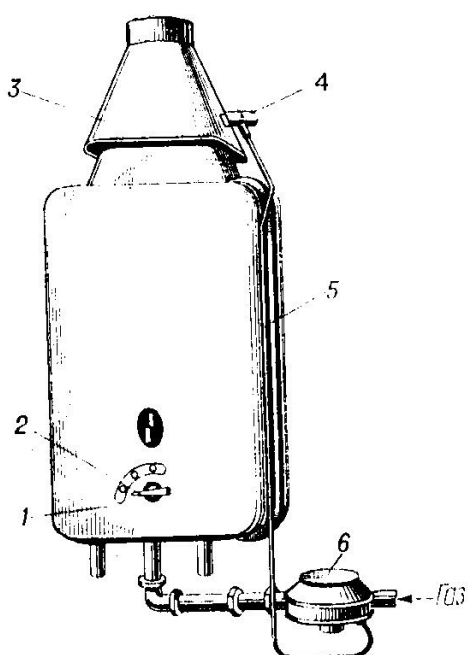

Рис. 1. Установка автоматики АЗТ-ВПГ на проточном водонагревателе:
**Пневмосистемы автоматического контроля.** Для дополнительной защиты по тяге проточных газовых водонагревателей, выпущенных до 1977 г., применяется пневматическая система АЗТ-ВПГ, состоящая из клапана-отсекателя, датчика тяги и импульсной линии. Эту автоматику можно устанавливать на проточном водонагревателе любой модели (рис. 1).